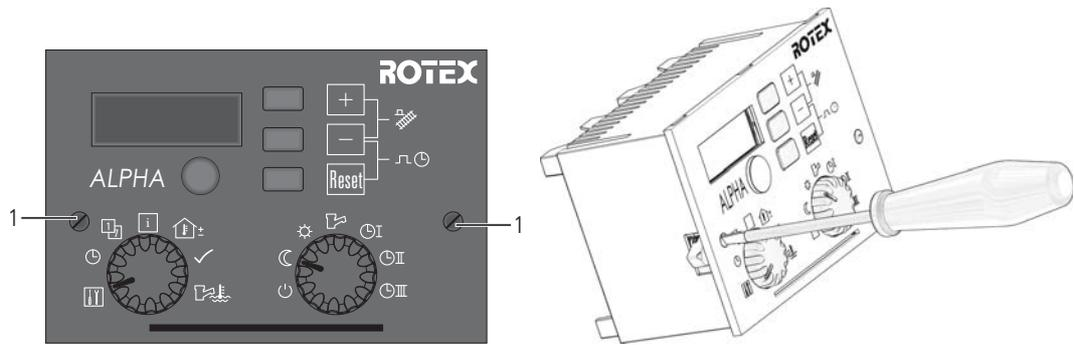

Fig. 6-2 Smontaggio della centralina
- Allentare i dispositivi laterali di bloccaggio rapido (1) ruotandoli in senso antiorario e inserire la centralina nell'apertura (vedere la Fig. 6-2).
- Arrestare i dispositivi laterali di bloccaggio rapido (1) ruotandoli in senso orario.